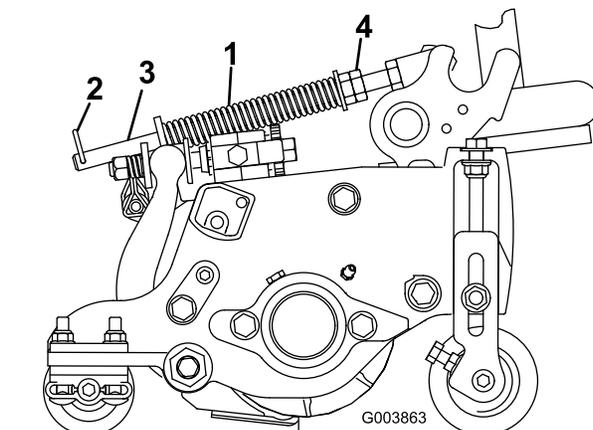

Bild 90
Die Rasenkompensierungsfeder verlagert das Gewicht von der Front- zur Heckrolle (Bild 90). Dies reduziert ein Bobbing genanntes Wellenmuster auf der Grünfläche.
1. Stellen Sie sicher, dass der Splint in das hintere Loch in der Federstange eingesetzt ist (Bild 90).
2. Ziehen Sie die Sechskantermuttern vorne an der Federstange an, bis die komprimierte Länge der Feder 15,9 cm beträgt (bei 17,8 cm Mähwerken) (Bild 90).